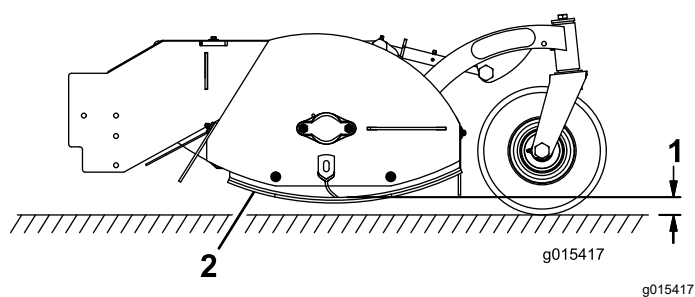

Figura 4
- Afloje los 2 pernos y las 2 tuercas que fijan un patín protector de césped y elévelo o bájelo de forma que quede más bajo que las cuchillas, pero sin tocar el suelo (Figura 4).